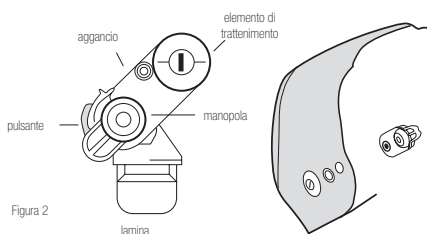

Figura 2
2. Rimuovere l'elemento di trattenimento dall'aggancio con un cacciavite a taglio. Assemblare l'accessorio al caschetto per saldatura. (Figura 2/3)